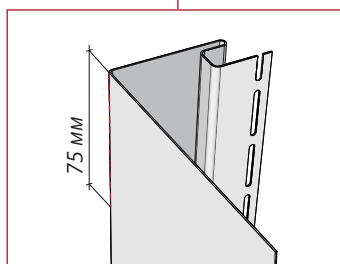
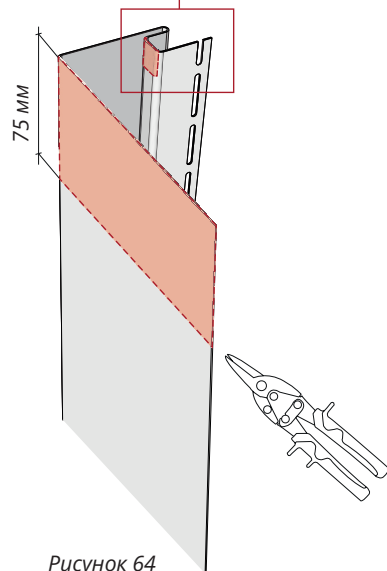
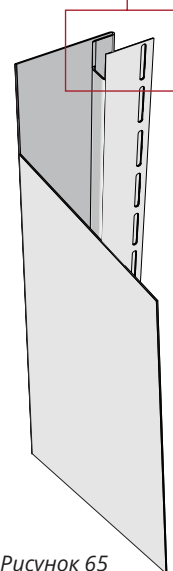

Рисунок 63
Рисунок 64
Рисунок 65
- 15.13** Сделайте разметку с последующим подрезом согласно рис. 63, рез должен проходить по середине загиба. Далее отмерьте и подрежьте широкую часть приоконной планки согласно рис. 64, произведите вырез паза приоконной планки согласно рис. 64.1. Готовый результат на рис. 65.